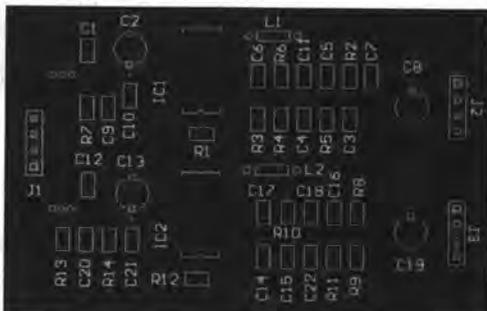

图 8-134 底层敷铜
- [8] 按照同样的操作完成对底层的敷铜，敷铜后如图 8-134 所示。